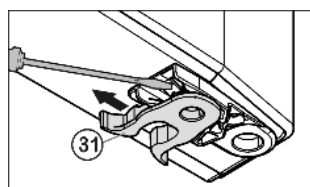

Fig. 7
- ▶ Pružinovou svorku Fig. 7 (31) přesadit: Stisknout zarážku pro uchycení, přesto stáhněte pružinovou svorku.